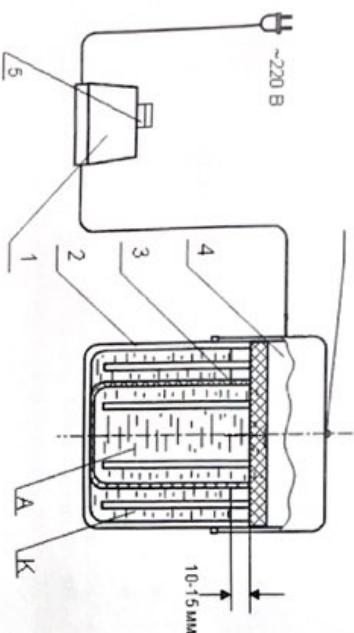

Рис. 1 - Общий вид электроактиватора
4.1 Электроактиватор состоит из четырех основных частей (рис. 1):
- блока питания (1);
- основной ёмкости (2);
- керамического стакана (3), вставляемого в основную ёмкость;
- съёмной верхней крышки (4) с электродами.
напряжения на электродах (б, рис. 1), убедитесь визуально, что выплеск пузырьков газа наблюдается на обоих катодах.